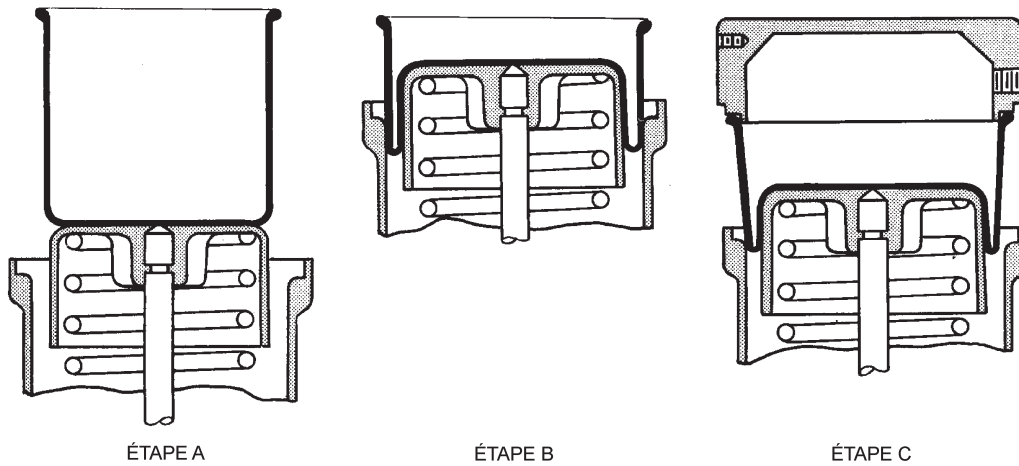

Figure 7 - Méthode 1
- H-1. L'inscription "Côté piston" est inscrite sur le diaphragme (40). En cas d'utilisation de la colle, l'appliquer sur cette face du diaphragme.
- I-1. Centrer et coller le diaphragme (40) sur la face supérieure du piston (43) (voir figure 7-Méthode 1, étape A).
- J-1. Rouler le diaphragme (40) à l'intérieur de la chambre de ressort (38) jusqu'à ce que le diaphragme soit en partie engagé dans la chambre de ressort (voir figure 7-Méthode 1, étape B).
- K-1.** Placer le bourrelet du diaphragme (40) au-dessus de la languette du boîtier de diaphragme (42) et faire glisser avec soin le boîtier de diaphragme (42) sur le piston (43) jusqu'à ce qu'il repose sur la chambre de ressort (38). (se reporter à la figure 7-Méthode 1, étape C).